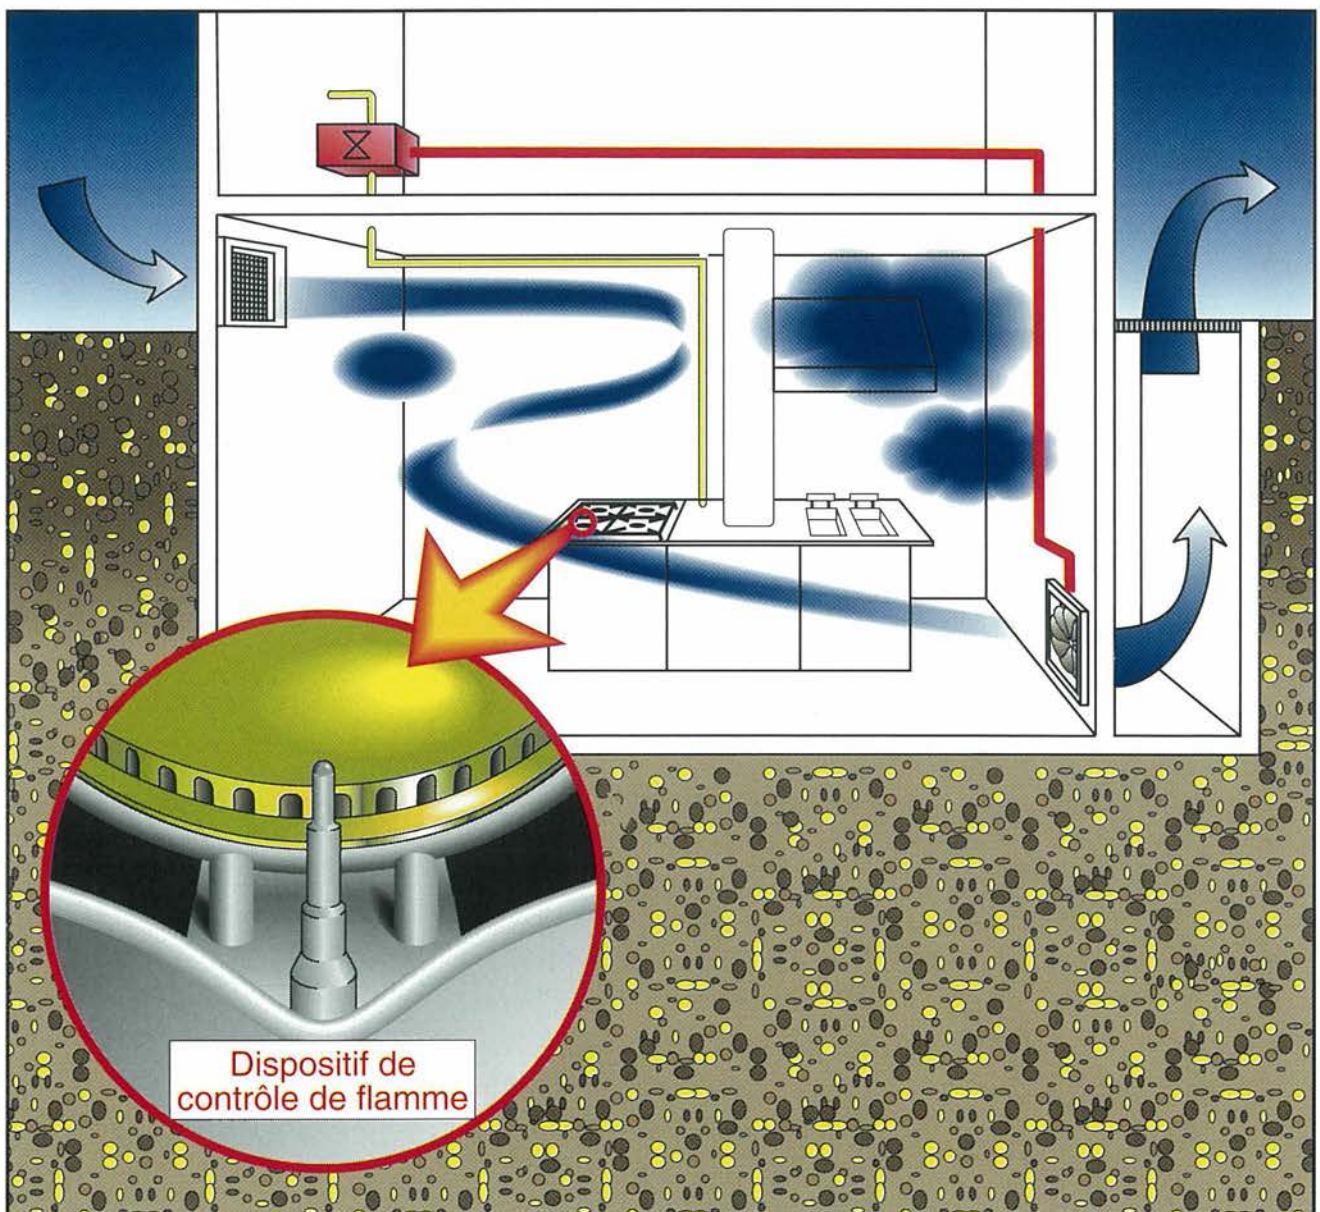

Figure 18: Couplage de l'alimentation en gaz et du système de ventilation sur une installation d'utilisation implantée en sous-sol
- alimentation en gaz asservie (couplée, voir figure 18) à une ventilation efficace
- installations d'utilisation équipées d'un dispositif de contrôle de flamme (figures 18 et 32)